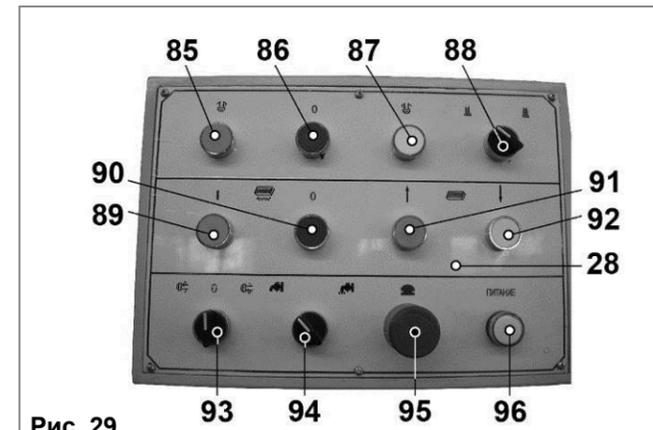

Рис. 29
10.4. Включение автоподачи продольного перемещения рабочего стола (Рис. 29 – 32)
10.4.4. Остановка автоподачи рабочего стола (8) производится установкой рычага (11) в нейтральное положение или нажатием на кнопку (90) (Рис. 29).
10.4.5. Для аварийного выключения станка нажмите красную кнопку (95) (Рис. 29).
10.2.5. Кроме использования щитка выключателей вертикального шпинделя (16), то же самое можно включить на главном щитке выключателей (28) (Рис. 29).